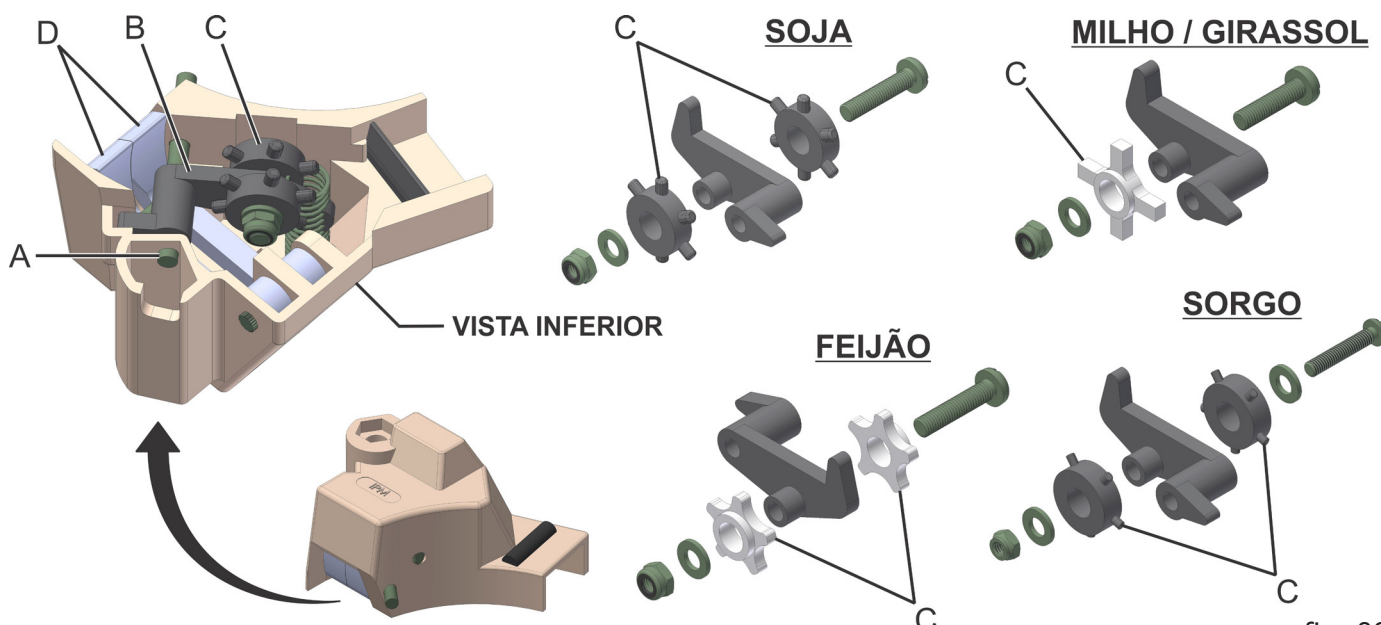

fig. 08
- 2- Remova o pino (A) (fig. 08) de fixação do articulador (B) do rolete (C);
- 3- Retire o articulador (B), e mude o modelo de rolete se necessário;
- 4- Observe o modelo de rolete (C) a ser utilizado. Deverá ser compatível com a furação do disco a ser usado, com fileira simples ou dupla.
Observe após a montagem da caixa de sementes, se os gatilhos raspadores (D) (fig. 08) estão livres.